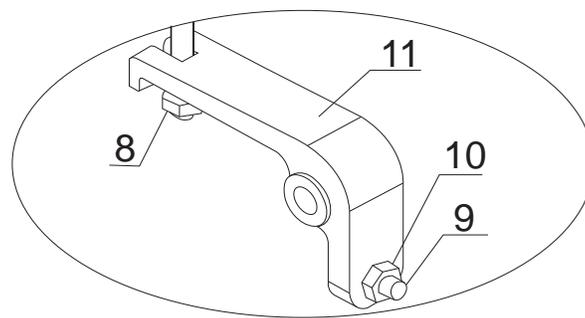

Figura 3
C) Ubique el perno y la tuerca al final de la cadena (No. 17) dentro de la ranura de la placa de la palanca (No. 11). El ensamble está completo. Ver figura 3.
B) El perno (No. 9) de la figura 3 se usa para ajustar el estatus del equipo. Cuando el cuerpo del equipo asciende e inmediatamente desciende, apriete un poco este perno (No. 9) en el sentido contrario a las manecillas del reloj, posteriormente verifique que esté levantando carga normalmente. Si el cuerpo no puede descender, desajuste el tornillo un poco en el sentido contrario, verifique. La tuerca hexagonal (No. 10) es usada para fijarla posición del perno (No. 9). Esta debe ser soltada para ajustar, y fijada después de realizar el ajuste.